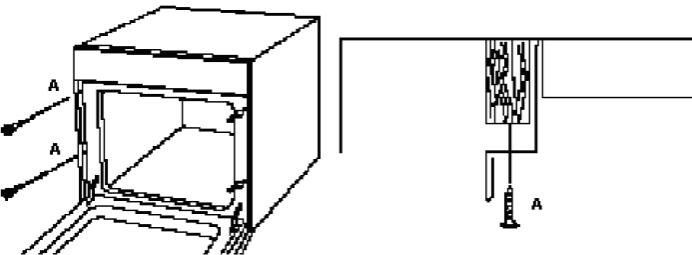

Рис. 4
- Откройте дверцу и прикрепите духовку к кухонному шкафу четырьмя шурупами через отверстия, находящиеся по бокам корпуса духовки (A на Рис.4).